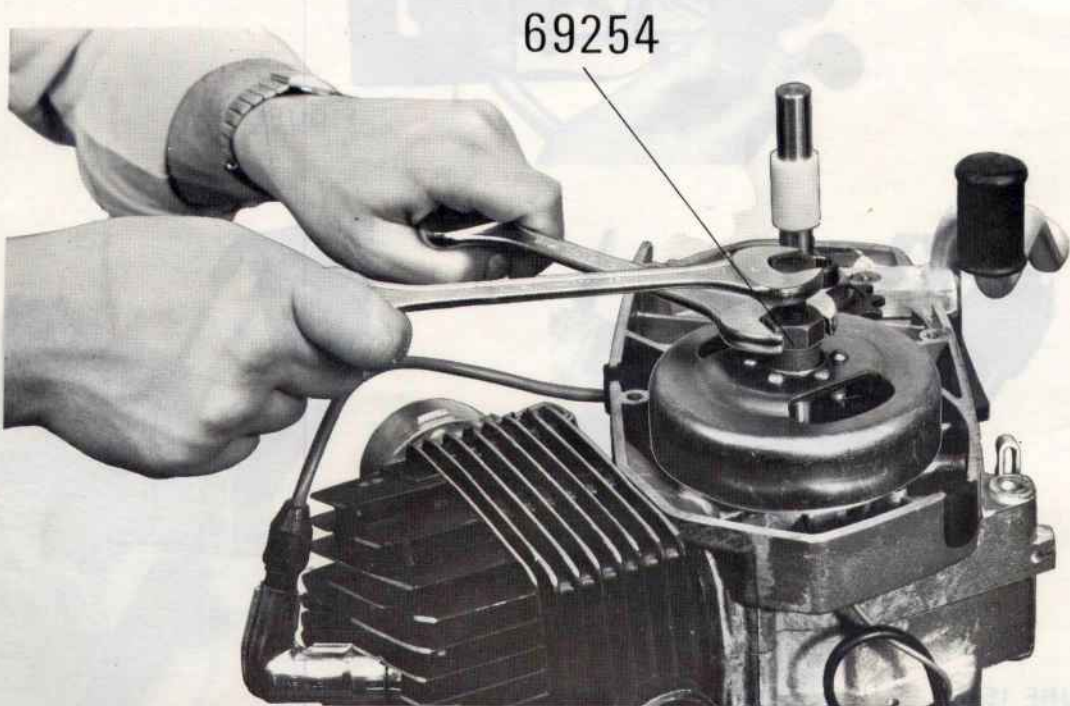

FIGURE 12
- Immobiliser le corps de l'outil avec une clé de 21 et visser la vis de poussée de l'arrache-volant jusqu'au décollement du rotor (clé de 17), figure 12.